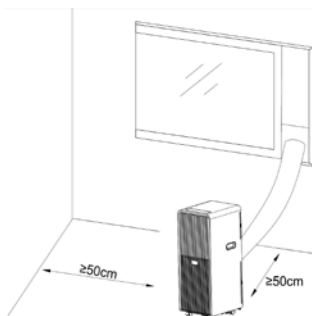

Fig. 7
2. Come mostrato nelle figure 7 e 8, installare il tubo di scarico e regolare la posizione della finestra.